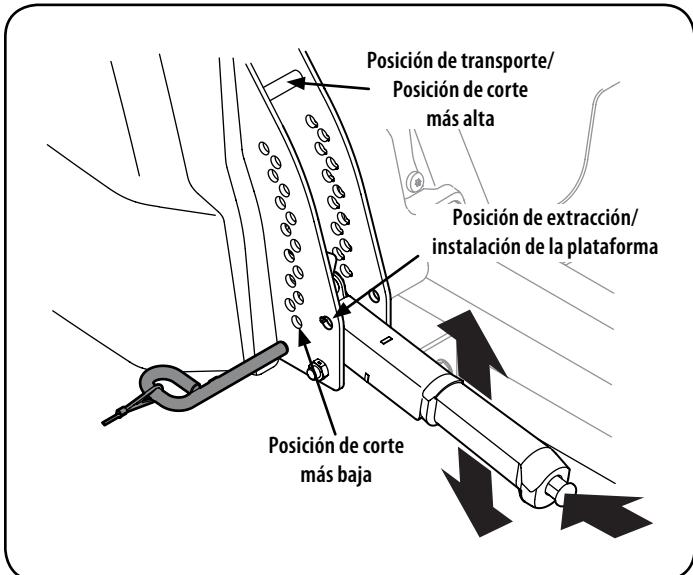

Figura 33
- Usando la manija de elevación de la plataforma, levante la plataforma a la posición que le ofrece mayor recorrido horizontal de la correa entre las poleas locas de la plataforma y la polea de la PTO en la base del motor. Vea la Figura 33.
- Baje la plataforma hasta la posición de extracción/instalación usando la manija de elevación de la plataforma. Vea la Figura 33.
- Ubique la manija de elevación de la plataforma en la posición de corte más elevada. Vea la Figura 33.